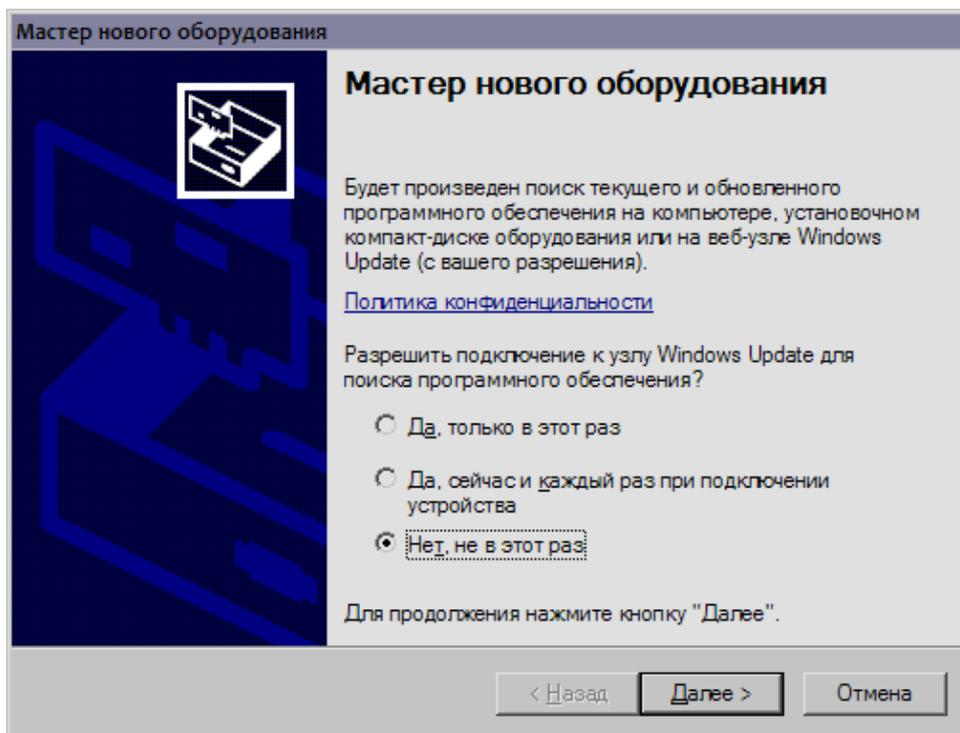

Рисунок 31 – Окно "Мастер обнаружения нового оборудования"
8. Автоматически начнется установка драйвера VM-7101 (ENCOTES) Serial Port. Операционная система компьютера обнаружит новое устройство и появится окно **"Мастер нового оборудования"** (рис.31).